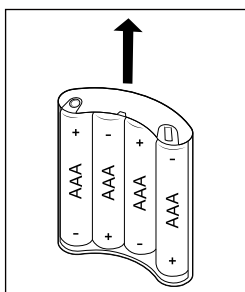

Rys. 1
2. Odwróć urządzenie główne 7 spodem do góry, aby uzyskać dostęp do pokrywki wnętrza na baterie 13. Obróć pokrywkę wnętrza na baterie 13 w lewo, w kierunku **open** , aż będzie możliwe zdjęcie pokrywki wnętrza na baterie 13 (patrz rys. 1).